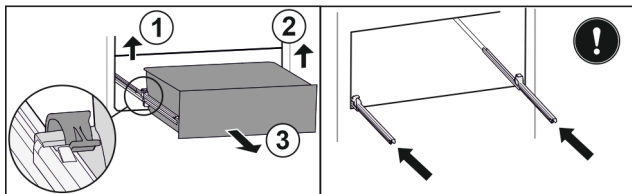

Fig. 131
- Linker klem optillen en gelijktijdig lade links naar voren trekken. Fig. 131 (1)
- Rechter klem optillen en gelijktijdig lade rechts naar voren trekken. Fig. 131 (2)
- Lade naar voren toe verwijderen. Fig. 131 (3)